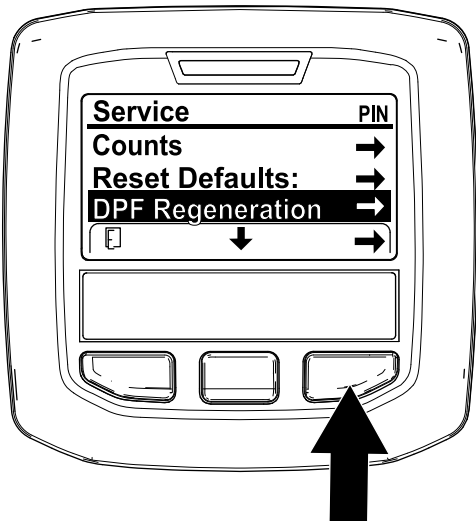

Bild 6
1. Navigieren Sie auf das Menü „Service“ und drücken Sie die mittlere Taste, um auf die Option DPF REGENERATION zu navigieren (Bild 6).
2. Drücken Sie die rechte Taste, um den Eintrag „DPF Regeneration“ auszuwählen (Bild 6).